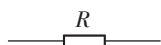

图 2-2
(1) 认识电路图中的电阻器。电阻器简称电阻,是具有一定电阻值的元件。电路中接入电阻可以改变电流的大小。电阻是最常用的电子元器件之一,它在电路中的符号如图 2-2 所示,用英文字母 R 表示。
(2) 认识电阻的单位。电阻的单位是欧姆(Ω),简称欧。电阻的常用单位还有千欧($k\Omega$)和兆欧($M\Omega$)。它们之间的换算关系是: